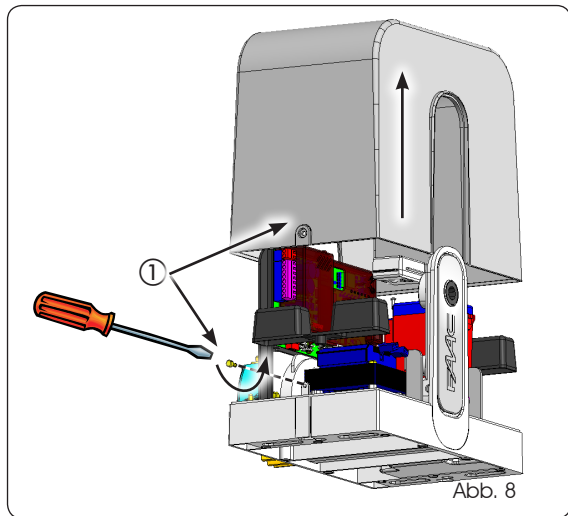

Abb. 8
1. Das Abdeckgehäuse entfernen. Hierzu die beiden seitlichen Schraube lösen und die Abdeckung anheben (Abb. 8).
**Abb. 8 und Abb. 9 beziehen sich auf den Antrieb C720**